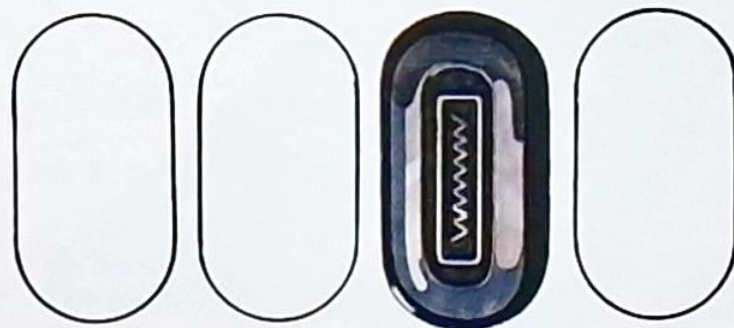

Fig. 21 - Interrupteur du chauffage de la lunette arrière
**Chauffage électrique de la lunette arrière (Fig. 21)**